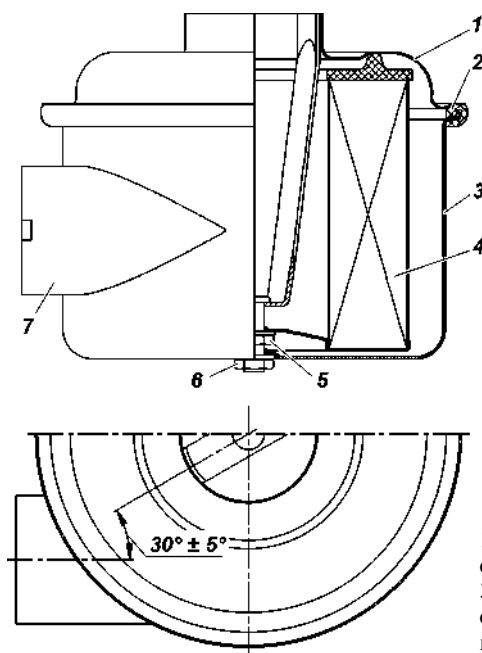

Рис. 9.9. Воздушный фильтр:
-отверните гайку 6 (рис. 9.9) и выньте из корпуса фильтра крышку 1 с фильтрующим элементом 4;
-установите новый фильтрующий элемент, соберите воздушный фильтр, сориентировав крышку относительно корпуса, как показано на рис. 9.9;